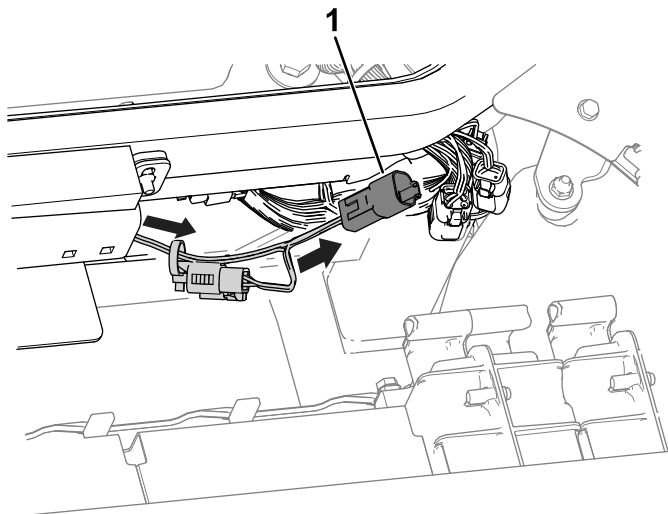

Figur 4
4. Brug et kabelbånd og en skubbefastgørelsesanordning til at fastgøre ledningsnettets maskinstellet (Figur 4).